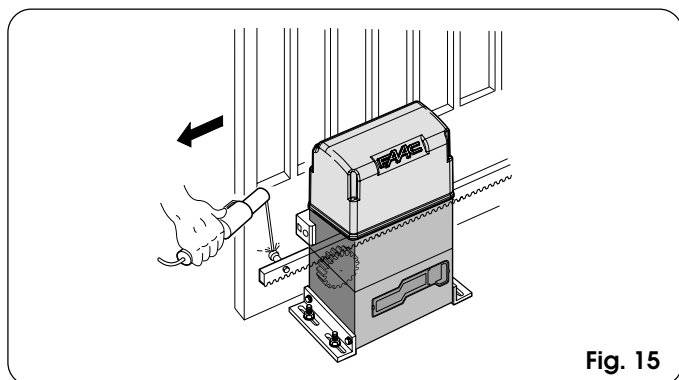

Fig. 15
- 3) Leg het eerste stuk van de tandheugel vlak op de pignion, en las de pal met schroefdraad op de poort zoals aangegeven op fig. 15.